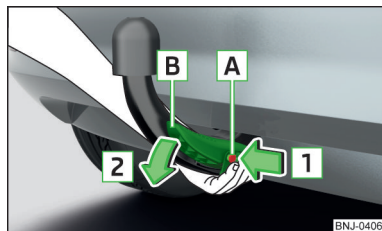

Fig. 241
- Agarre la barra de cabeza esférica **desde abajo** » fig. 241.